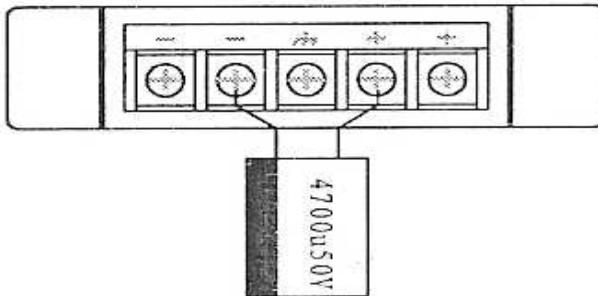

Abb. 6
- 3) Sollten die induktiven Lasten (z.B. DC-Elektrosommer) versorgt werden, ist der Kondensator  $4700\mu\text{F}/50\text{V}$  an die zusätzlichen Buchsen des Netzteils, wie in der Abb. 6 dargestellt, anzuschließen.